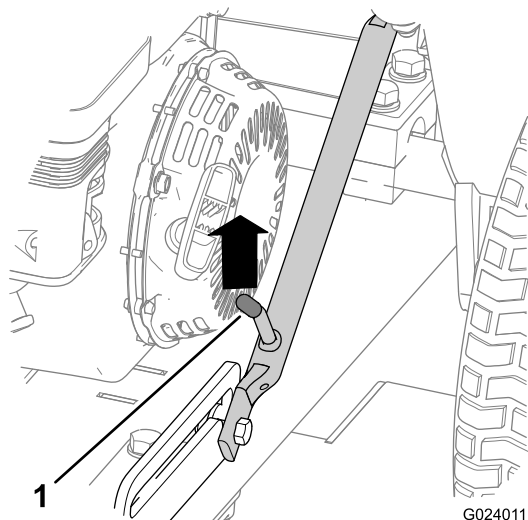

Bild 6
3. Drücken Sie die Anbauvorrichtung nach oben, bis der Sperrhebel aus der seitlichen Arretierung entriegelt ist (Bild 6).